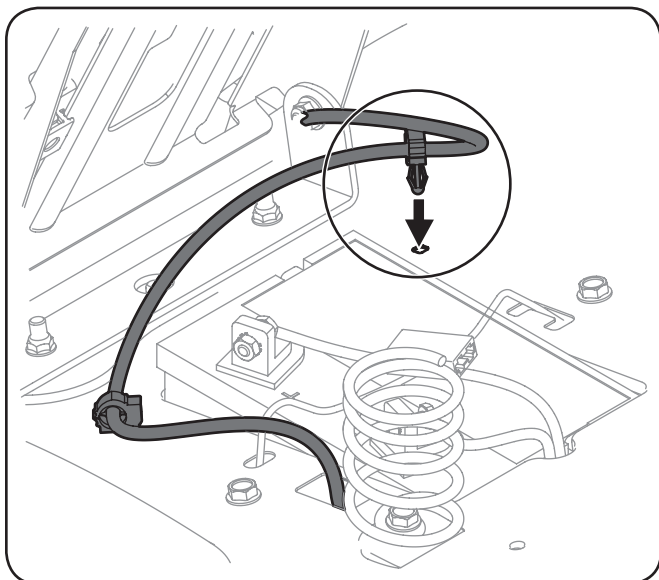

Figura 3-4
4. Usando la traba del arnés unida al arnés, asegure el exceso de cable al guardabarros colocando la traba del arnés en su lugar como se muestra en Figura 3-4.